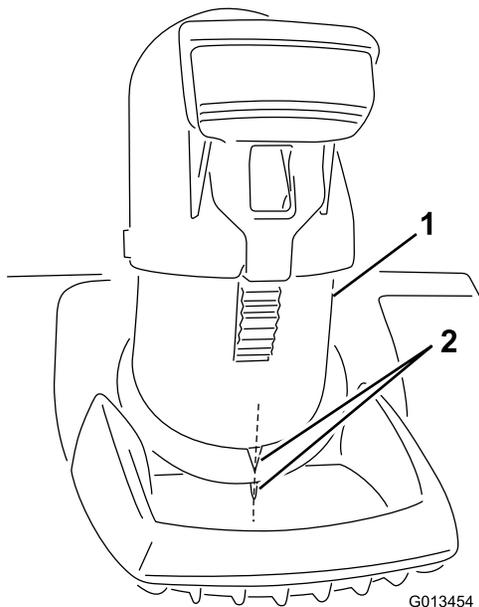

Рисунок 3
**Внимание:** Совместите стрелку на желобе для выброса снега со стрелкой на корпусе (Рисунок 3).